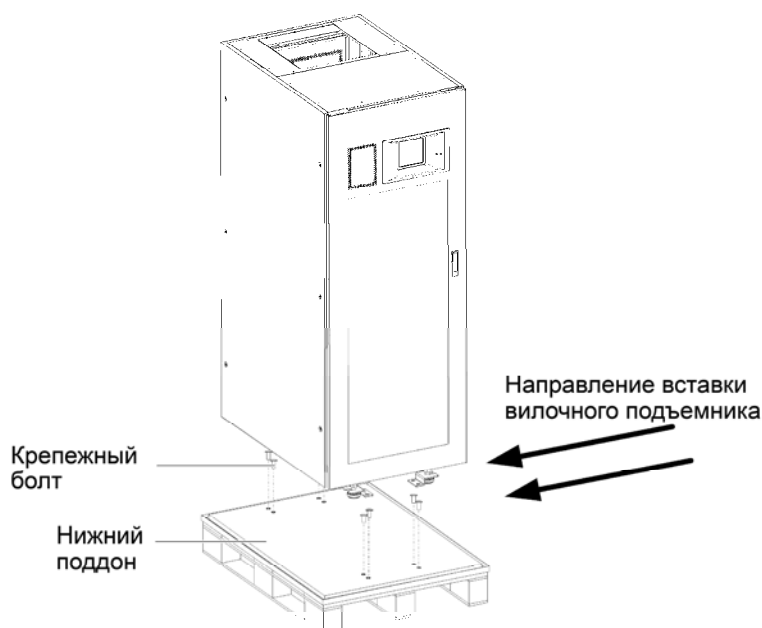

Рисунок 2-4 Демонтаж нижнего поддона
2. Вынуть фиксирующие болты нижнего поддона (см. Рисунок 2-4) и сохранить их. Затем вилочным погрузчиком переместить шкаф ближе к месту установки (направление, в котором должны быть вставлены вилы, показано на Рисунок 2-4).